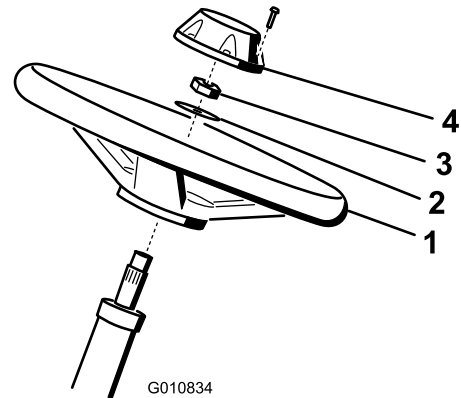

Figure 5
1. Glissez le volant sur l'arbre de direction (Figure 5).
2. Glissez la rondelle sur l'arbre de direction (Figure 5).
3. Fixez le volant sur l'arbre avec un contre-écrou serré à un couple de 27 à 35 N·m (20 à 26 pi-lb) (Figure 5).
4. Montez le couvre-moyeu sur le volant et fixez-le avec 6 boulons (Figure 5).